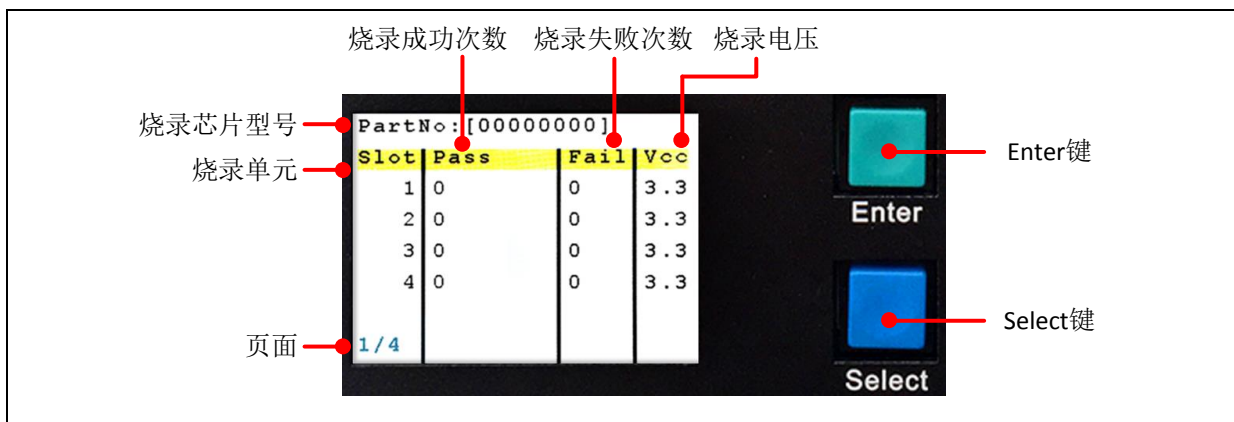

Figure 3-7 首页-烧录状态
上电后，屏幕显示如Figure 3-7。可使用Enter按键与Select按键切换页面以查看个别烧录单元信息。页面一共四页：
- 页面1：显示每个烧录单元的烧录成功与失败次数、烧录电压。可显示欲烧录的芯片型号，如Figure 3-7。使用Enter键进入下一个页面。